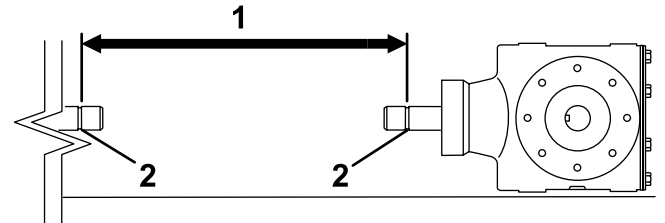
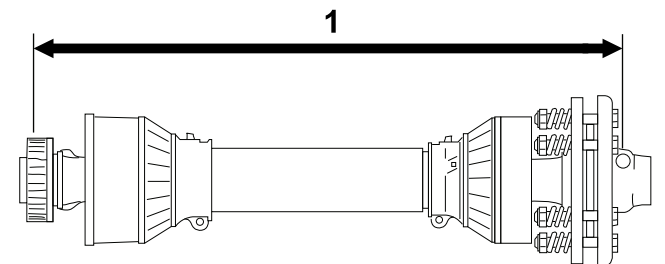

Figura 14
Figura 15
5. Mida la distancia entre la ranura de bloqueo del extremo del árbol de la TDF de la unidad de tracción y la ranura de bloqueo del árbol de la TDF de la caja de engranajes del aireador (Figura 14).
6. Mida la distancia desde el centro de la bola del pasador de bloqueo en el extremo del árbol de la TDF hasta el centro del pasador de bloqueo en el otro extremo (Figura 15).
7. Usando la menor de las 2 medidas de Figura 14 y Figura 12, reste esa distancia a la distancia de Figura 15. Ejemplo: 81 cm menos 67 cm es igual a 14 cm.